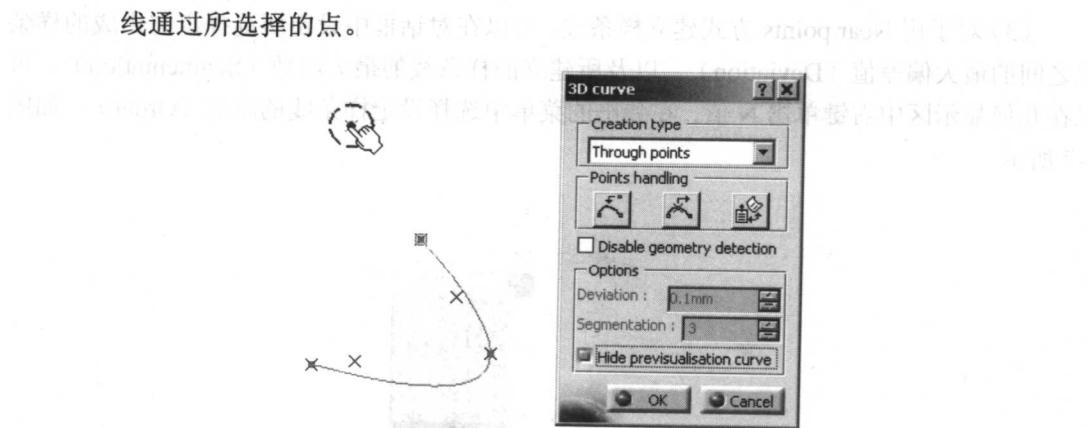

图 1-4
(2) 在对话框中的Creation type下拉列表框中选择一种建立曲线的方式。
- Through points 是选择一系列点，作为样条线上的点，如图1-4所示，建立的样条